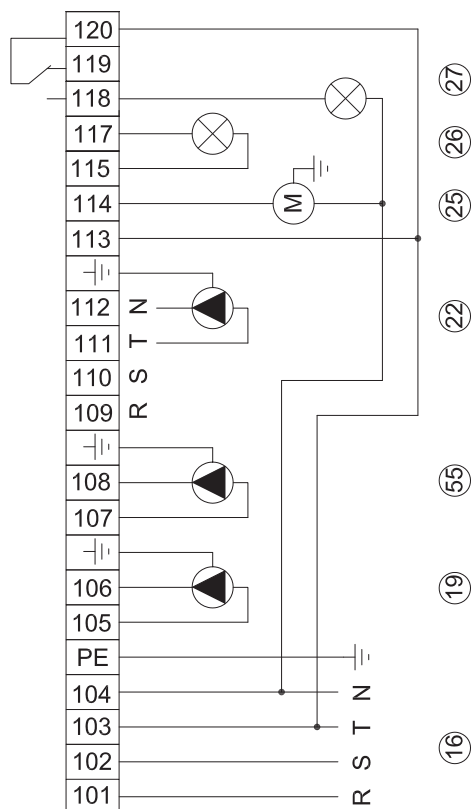

Figura 5-19 - Collegamenti elettrici
1. - Collegare il sensore della temperatura esterna ai morsetti "16" e "17" (particolare "32") di Figura 5-19;
La temperatura di mandata può essere controllata tramite un ingresso 0-10Vdc o 4-20mA, che va collegato ai morsetti "14" e "15" di Figura 5-19.
La potenza del bruciatore può essere controllata tramite un ingresso 0-10Vdc o 4-20mA, che va collegato ai morsetti "14" e "15" di Figura 5-19.
L'apparecchio può essere controllato tramite protocollo MODBUS RTU. I morsetti di collegamento di tale protocollo sono il "36", "37" e "38" di Figura 5-19 (particolare "52").
Il contatto di allarme è presente nei morsetti "115" e "117" di Figura 5-19 (particolare "26"). E' una uscita a 230Vac che può sopportare un carico massimo di 1A.
L'apparecchio per produrre acqua calda sanitaria deve essere collegato ad un bollitore. Il collegamento idraulico deve essere eseguito come da Figura 5-10 o similare. Per il collegamento elettrico occorre procedere come di seguito (fare riferimento alla Figura 5-19):
Legenda di Figura 5-19